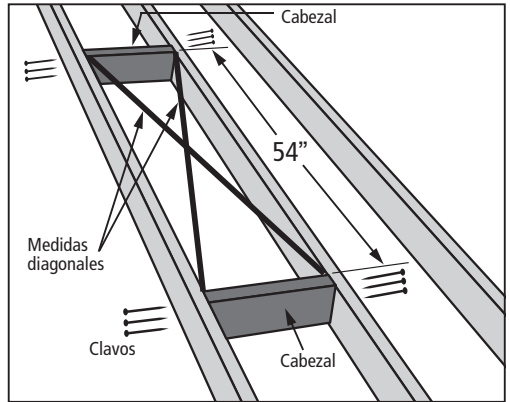

FIGURA 18
Haga la abertura en el techo del tamaño que se indica en la Tabla 1 asegurando que las dimensiones de las mediciones diagonales del marco son iguales como se ilustran en la Figura 18.
### A. Para abertura sin necesidad de remover vigas del techo (Figura 18).
- Localizar los cabezales en la parte delantera y trasera de la abertura como se muestra en la Figura 18.
- Asegurelo usando (3) clavos de 16d (aprox. 3 ½” de largo) en cada extremo del cabezal.